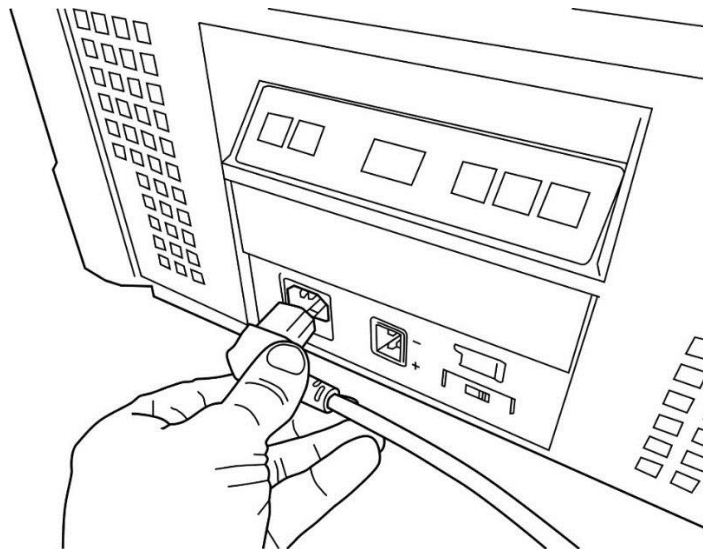

FIGURA 7
- Inserire il cavo di alimentazione da 100-240 V nella presa di alimentazione CA sul pannello posteriore del frigorifero congelatore, come mostrato nella Figura 7.